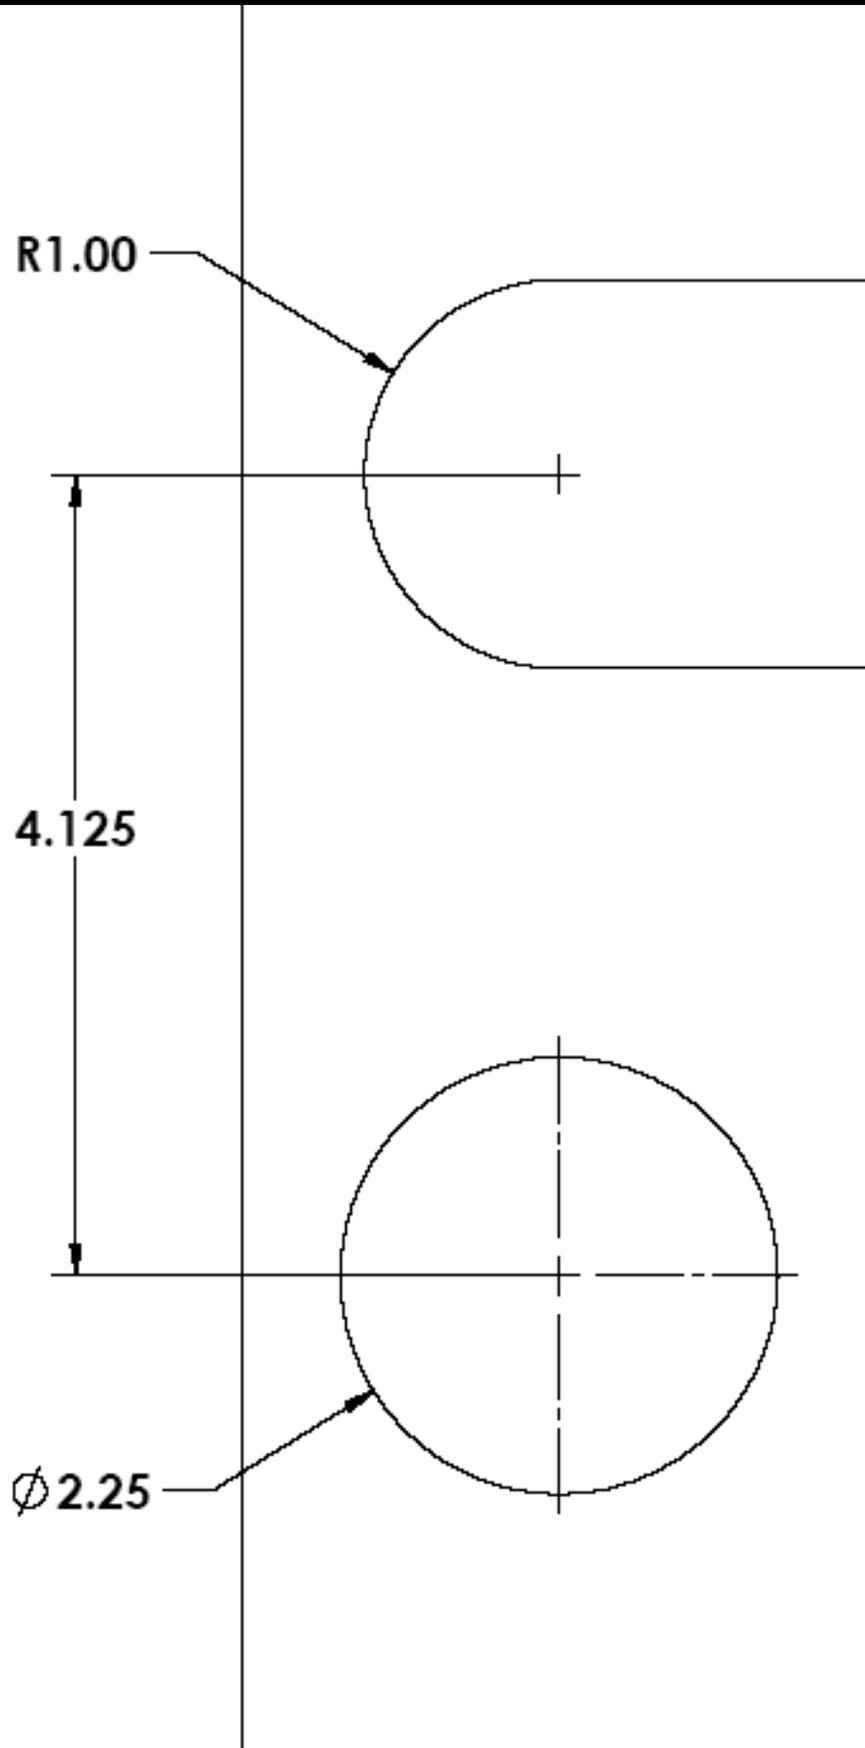

Figura 4
**3-16** Si desea volver a instalar la cubierta del sumidero, tendrá que abrir más orificios y ranuras para dejar pasar la tubería de succión y la barra del flotador de la **SumpJet**®. Consulte el modelo de la figura 4 al final de este manual.
**3-17** Si tiene problemas para instalar la **SumpJet**® a la tubería de desagüe de la bomba, puede hacerlo en un trozo de madera. Corte los agujeros que se indican en la figura 4. Hay 4 agujeros para tornillos que servirán para sujetar la **SumpJet**® a la madera. Use tornillos para madera #8x2.5 pulg. Consulte la figura 3.